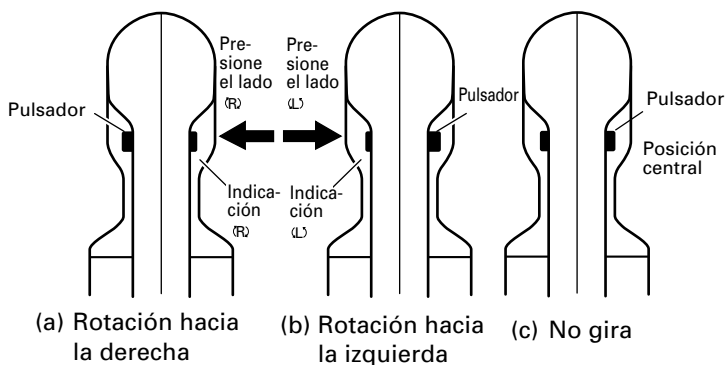

Fig. 11 Diagrama visto desde el lado del asa
6. Confirmar la dirección de rotación de la broca (Fig. 11)